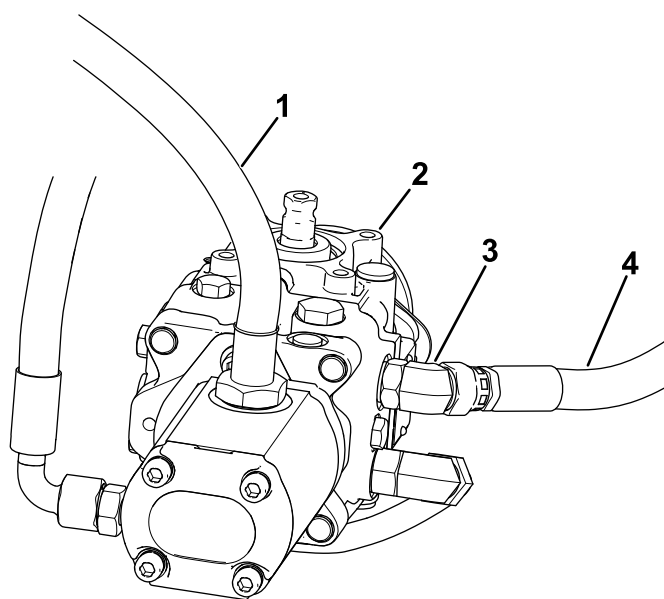
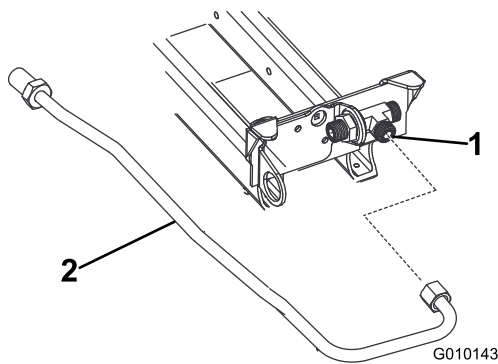

**図 4**
図 6
- ギアポンプの上側ホースを外して、出てくるオイルを全部抜き取る 図 4。油圧ハードラインを取り付け、ホースを元通りに接続する。
ポンプの下側ポート 図 4 の 45° フィッティングに取り付けられているホースを外して廃棄する 図 6。
ポンプの上側ポート 図 5 の 45° フィッティングに取り付けられているホースを外して廃棄する 図 6。
- シートベース下のT字フィッティングに、油圧ハードラインを接続する。ボルトナット類は 図 6 のように組み付ける。